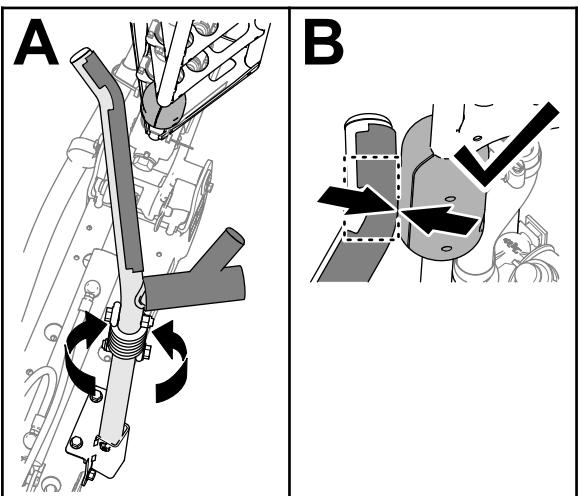

Рисунок 117
4. Поворачивайте опору в сборе до тех пор, пока изгиб трубы опоры не совместится с подвижным блоком на верхней трубе наружной стрелы (Рисунок 117).
- Примечание:** Блоки должны касаться опоры в месте изгиба ее верхней трубы (Рисунок 117).